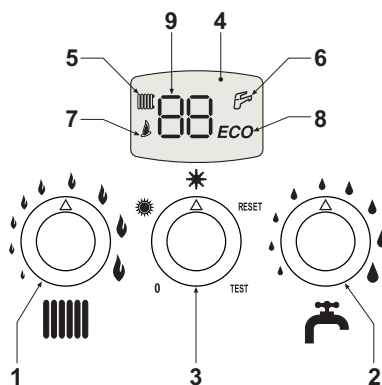
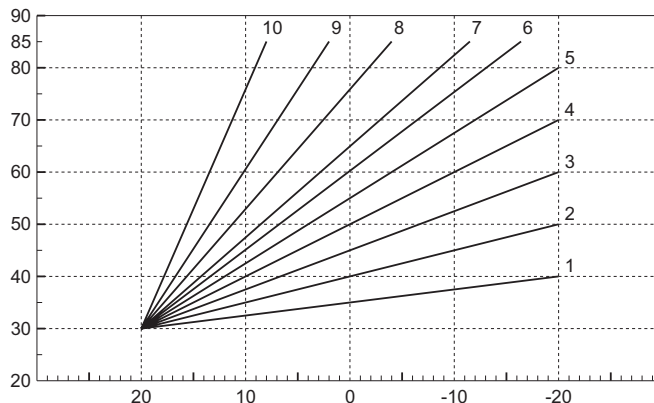

fig. 1 - Panel de control
fig. 14 - Curvas de compensación
La demanda de calefacción (generada por el termostato ambiente o el reloj programador a distancia) se indica mediante el encendido del radiador (5 - fig. 1).
La pantalla multifunción (9 - fig. 1) muestra la temperatura del sensor de calefacción.
La demanda de agua sanitaria (generada por la toma de agua caliente sanitaria) se indica mediante el encendido del grifo (6 - fig. 1).
La pantalla multifunción (9 - fig. 1) muestra la temperatura del sensor sanitario.
La demanda Confort (restablecimiento de la temperatura interna de la caldera) es indicada por el encendido del grifo (6 - fig. 1).
Poner el selector (3 - fig. 1) en 0.
Para volver a encender la caldera, poner el selector (3 fig. 1) en ❄️ (invierno) o ☀️ (verano).
Poner el selector (3 - fig. 1) en ☀️ (verano).
Para desactivar la modalidad Verano, poner el selector (3 - fig. 1) en ❄️ (invierno).
Mediante el mando (1 - fig. 1), la temperatura se puede regular entre 30 °C y 85 °C; pero se aconseja no hacer funcionar la caldera a menos de 45 °C.
Mediante el mando (2 - fig. 1), la temperatura se puede regular entre 40°C y 55°C.
Es posible desactivar el dispositivo (modalidad ECO) poniendo el selector (3 - fig. 1) en RESET 2 segundos y luego en ❄️ (invierno) o ☀️ (verano). Para activar la modalidad CONFORT, poner el selector (3 - fig. 1) nuevamente en RESET 2 segundos y luego en ❄️ (invierno) o ☀️ (verano).
Durante el funcionamiento con temperatura adaptable, la temperatura programada mediante el mando de la calefacción (ref. 1 - fig. 1) pasa a ser la temperatura máxima de envío de la instalación. Se aconseja definir el valor máximo para que la instalación pueda regular la temperatura en todo el campo útil de funcionamiento.
Poniendo el selector (ref. 3 - fig. 1) en posición RESET por 5 segundos y a continuación en posición ❄️ (invierno) o ☀️ (verano) se visualiza "CU".
Operar con el mando del agua sanitaria (ref. 2 - fig. 1) para regular la curva preferida entre 1 y 10 según la característica (fig. 14).
Poniendo el selector (ref. 3 - fig. 1) en posición RESET por 1 segundo y, a continuación, en posición ❄️ (invierno) o ☀️ (verano), se sale de la programación de la curva de compensación y se visualiza nuevamente "CU".
Girando en sentido horario el mando calefacción (ref. 1 - fig. 1) se visualiza "OF".
Operar con el mando del agua sanitaria (ref. 2 - fig. 1) para regular el desplazamiento de las curvas (fig. 15).
Poniendo el selector (ref. 3 - fig. 1) en posición RESET por 5 segundos y a continuación, en posición (invierno) o (verano) se sale de las modalidades de regulación curvas paralelas.